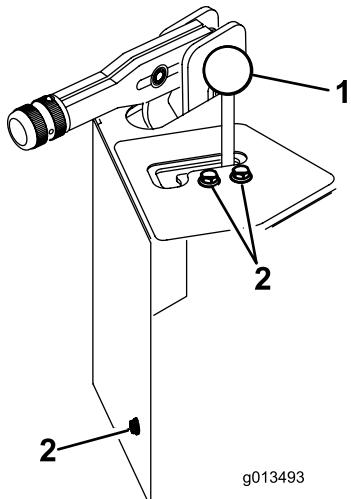

図 24
3. 升降レバーからノブを取り外す ((図 24))。
4. 取り付けネジ（3本）を取り外してバルブ・シュラウドを外す ((図 24))。